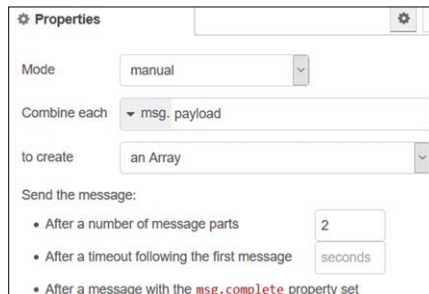

Figure 6.15 Configuration du nœud de jointure
- Créer un **rejoindre** et le configurer comme indiqué sur la Figure 6.15. Ce nœud joindra les deux nombres aléatoires dans un tableau. Cliquez **Terminé**.